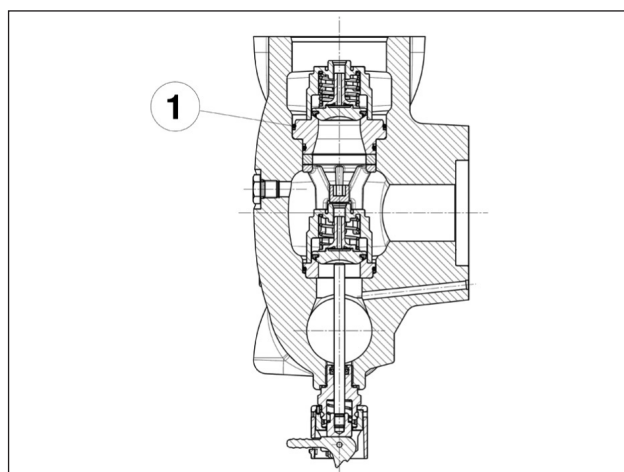

Fig. 122
**Prestare particolare attenzione all'inserimento dell'O-ring indicato in pos. ①, Fig. 122. Si consiglia l'utilizzo dell'attrezzo cod. 27516000 per evitare che l'O-ring possa tagliarsi durante l'inserimento.**